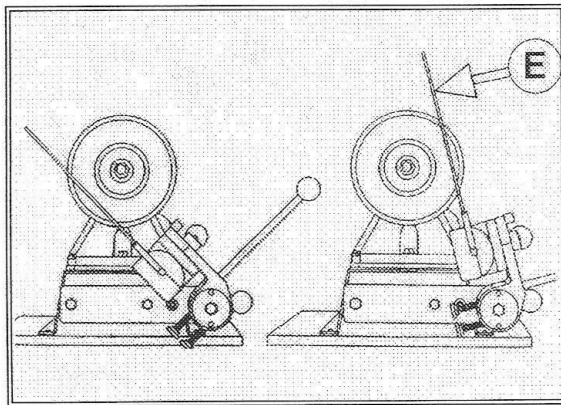

FIGURE 4
- 9) Balayer la règle d'aluminium (E) (Fig.4) afin d'obtenir contact en avant et en arrière, en haut et en bas. Pour obtenir ce résultat, il peut être nécessaire de placer des cales (shims) entre la base et le touret à un ou deux des coins. Fixer définitivement le touret à la base.